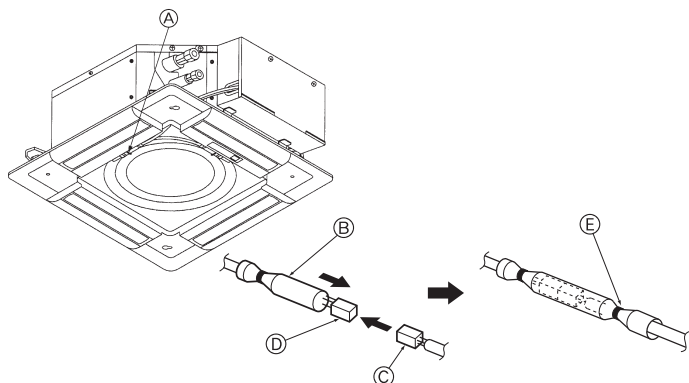
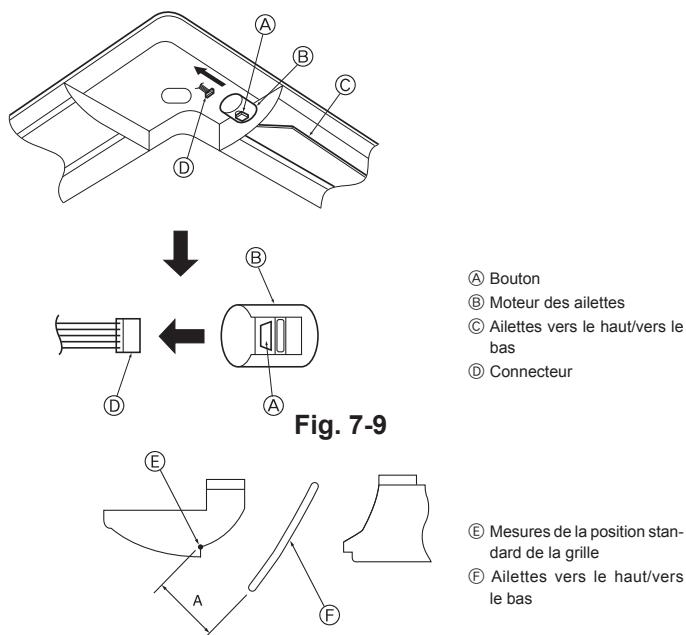

Fig. 7-8
Fig. 7-9
7.3.4. Câblage (Fig. 7-8)
- (A) Attache (Accessoire)
- (B) Tube en verre blanc
- (C) Connecteur de l'appareil principal
- (D) Connecteur de la grille
- (E) Courroie (Accessoire)
7.4. Verrouillage du sens de la soufflerie d'air vers le haut/vers le bas (Fig. 7-9)